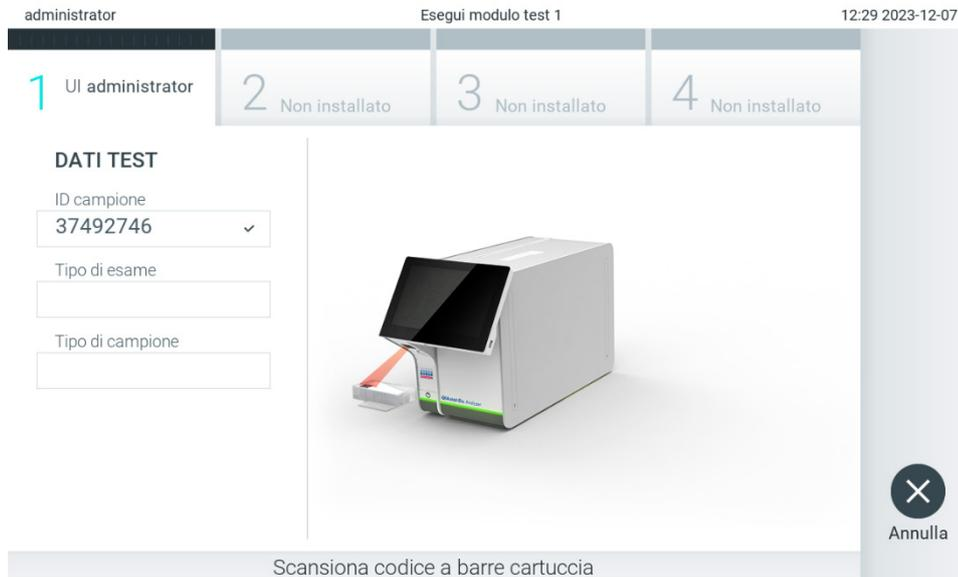

Figura 87. Scansione del codice a barre della cartuccia d'esame QIAstat-Dx.
4. Quando la richiesta del test è stata ricevuta con successo dall'host, compare il testo "Scan cartridge for assay <assay\_name> and book order <order\_number>" (Scansione cartuccia per l'esame <nome\_esame> e richiesta prenotazione <numero\_richiesta>). Eseguire la scansione del codice a barre della cartuccia per esami QIAstat-Dx (Figura 87).